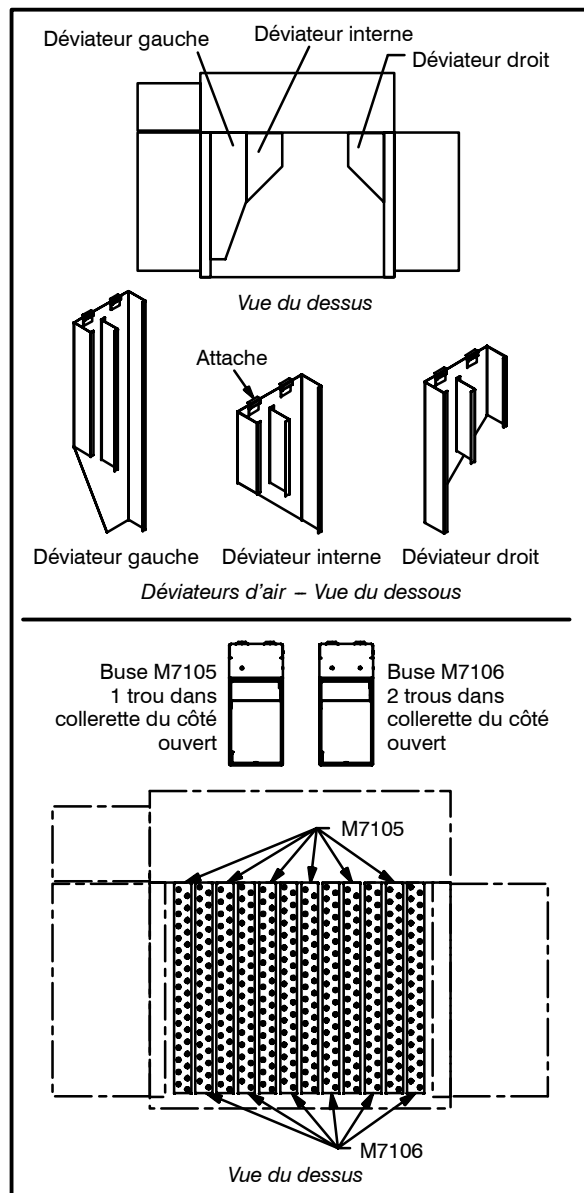

Figure 24
- Pour le remontage, procéder en inversant les étapes de 1-7. S'assurer que les déviateurs et buses sont correctement installés. Se reporter à la Figure 24.